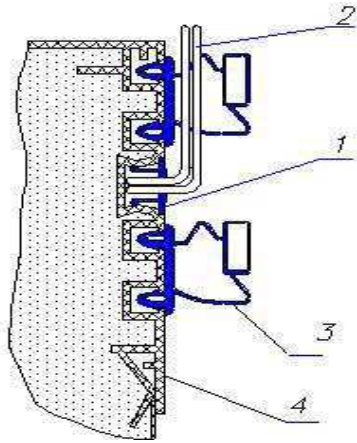
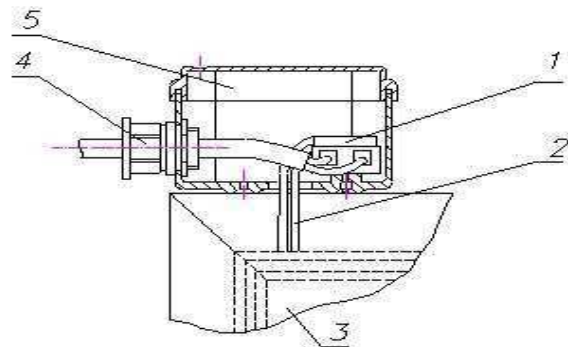
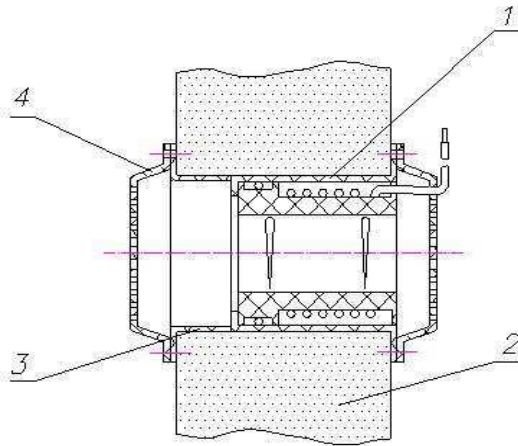

Fig.4 Installation de porte WEH
Fig.5 Connexion WEH porte
Fig.6 – Installation de la vanne de compensation
fil) d'une porte (Fig. 4, Fig. 5) et une vanne de compensation (fig. 6) qui sont alimentés option.
- Supprimer le profil, item.1 (Fig. 4), insérer le WEH dans la fente profil de la porte (point 4), conduire les fils par les trous pratiqués dans le profil, point 1, et dans l'insert souple, point 3, et de les relier aux bornes de la boîte de jonction, article 5 (Fig. 5).
Lorsque la soupape de compensation est installé, trou \varnothing 65 mm doit être percé dans le panneau latéral. Procédez à l'installation en conformité avec la Fig. 6.